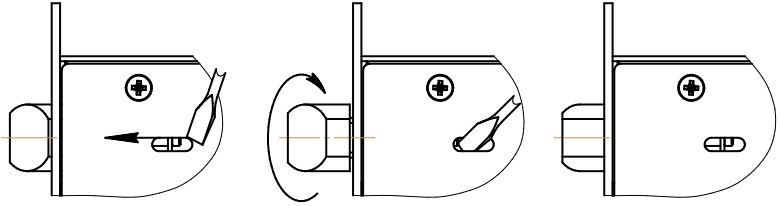

Рис.1
5.2. Установить при необходимости защелку в соответствующее положение для правой или левой двери путем ее выдвижения из корпуса отверткой через паз в крышке замка и разворота на 180° вокруг своей оси (см. рис.1).